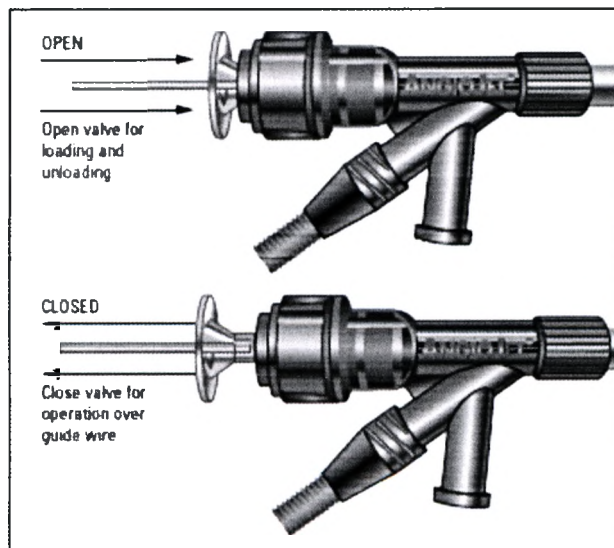

Рисунок 2. Принцип работы хаба Tru-Seal
3. Перед надавливанием откройте гемостатический клапан, нажав на интродьюсер на втулке катетера (рисунок 2).
5. Закройте гемостатический клапан, захватив интродьюсер и оттянув его до щелчка (рисунок 2). При обнаружении протечки не нужно регулировать гемостатический клапан, хаб Tru-Seal; убедитесь, что интродьюсер полностью находится в закрытом положении (рисунок 2).